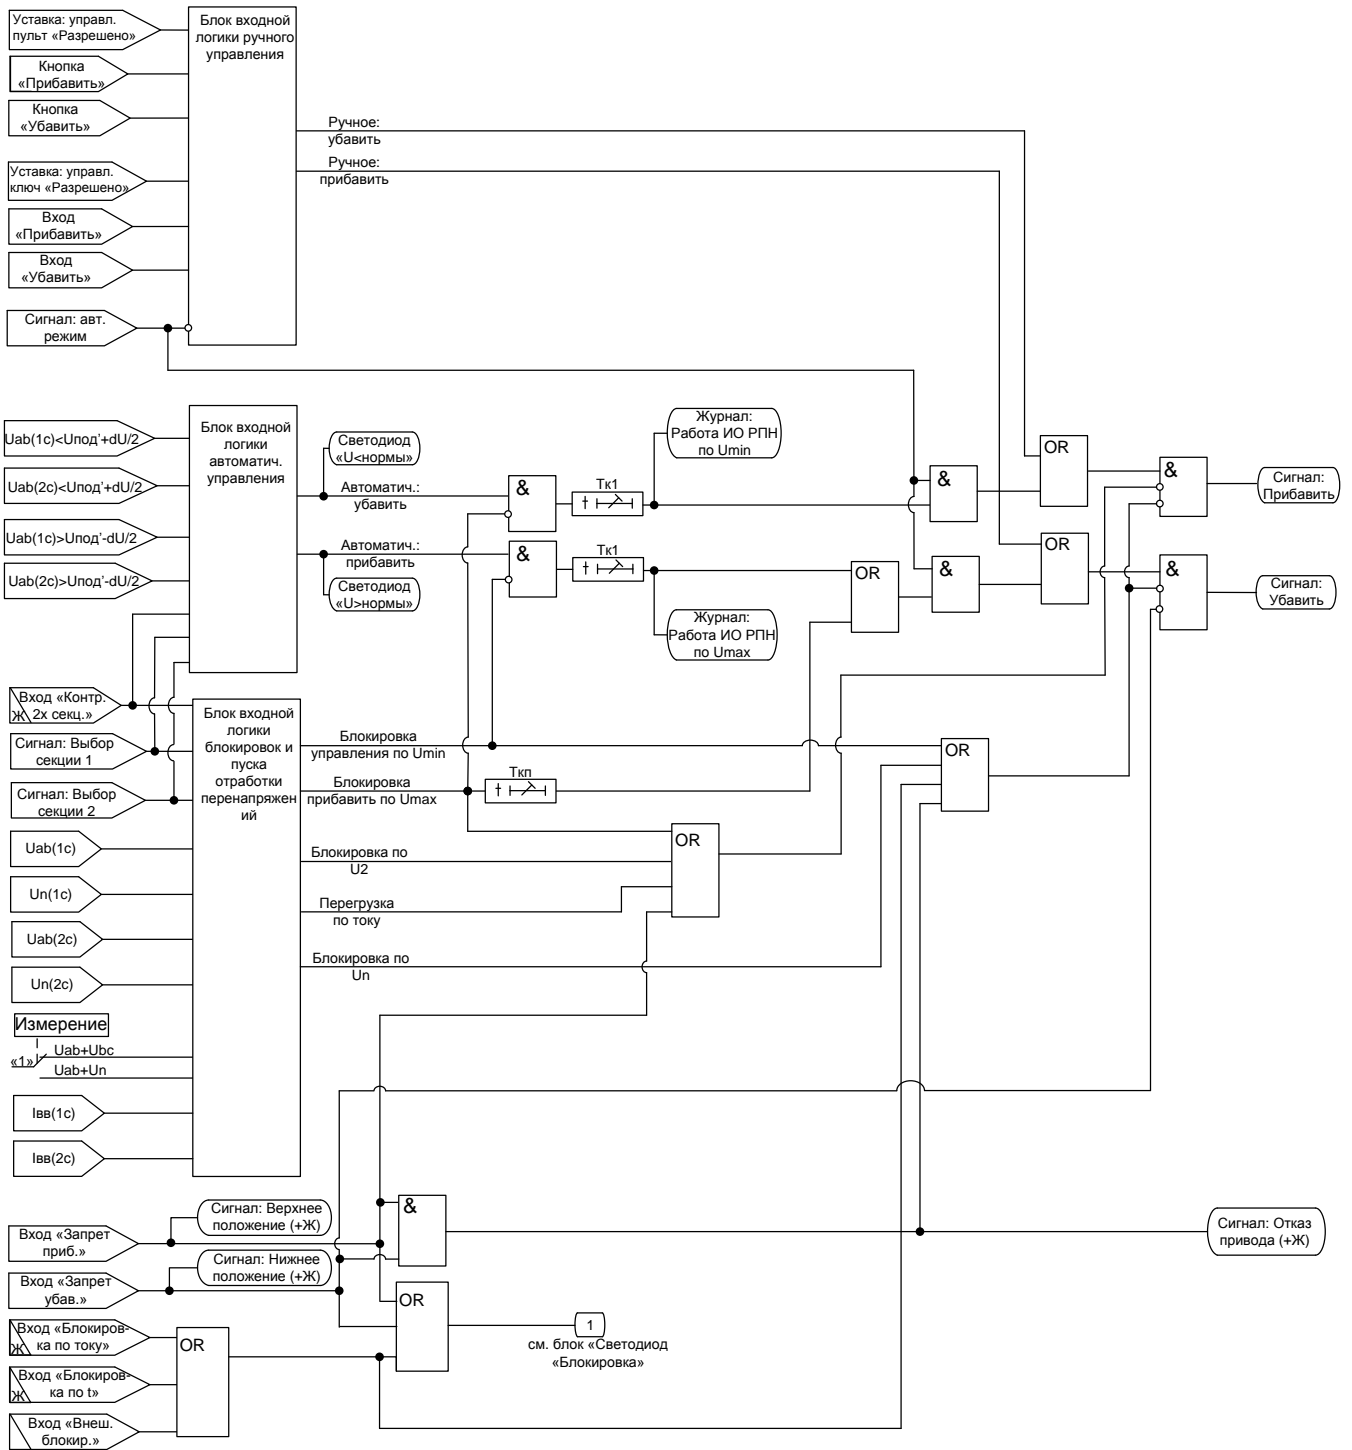
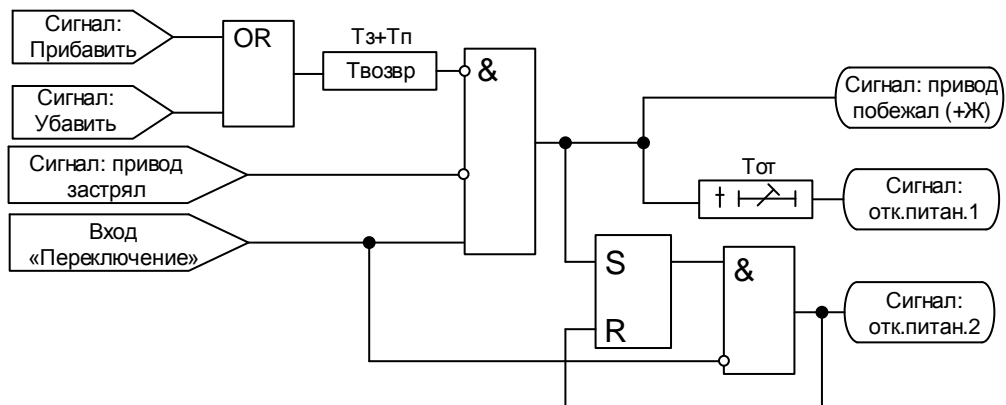
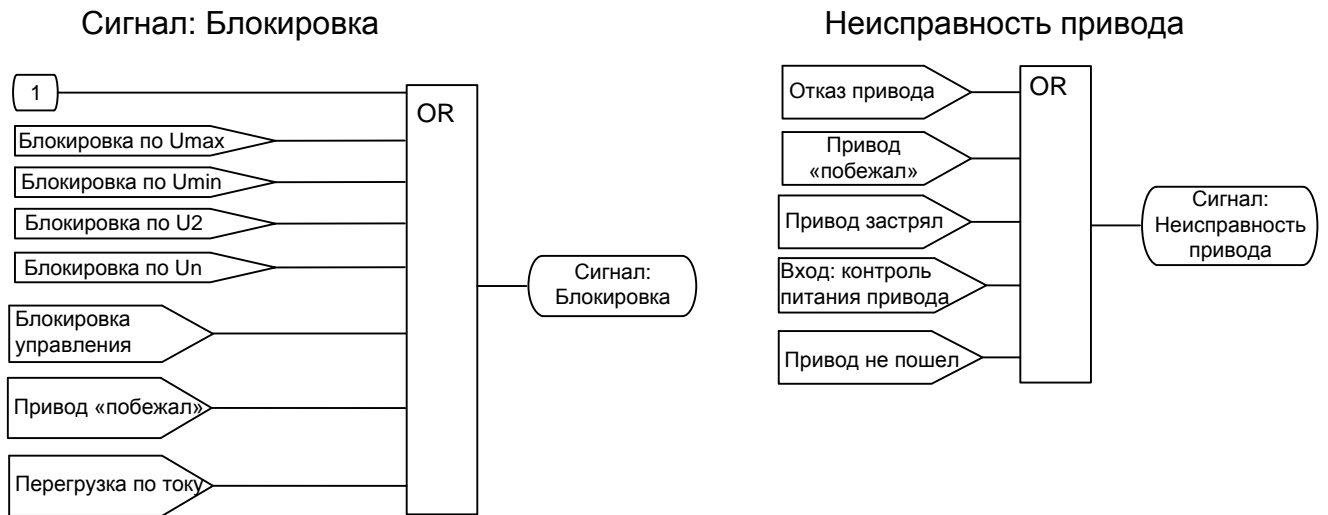

Рисунок 5.1 – Логика формирования команд управления.
Рисунок 5.3 – Логика формирования неисправности «Привод побежал» и отключения питания привода.
Рисунок 5.5 – Логика формирования сигналов «блокировка» и сигнала «неисправность привода».
**Блокировки.** Наличие любого сигнала внешней блокировки («Внеш. блок.», «Блокировка по току», «Блокировка по  $t$ ») запрещает формирование команд «Прибавить» и «Убавить» (см. рис. 5.1), формируется сигнал «Блокировка» (см. рис. 5.5). При снятии сигналов внешней блокировки пропадает сигнал «Блокировка», разрешается регулирование.
Если обнаружен сигнал от нижнего концевого выключателя (на входе «Запрет убавить»), то запрещается выдача команды «Убавить», формируется сигнал «Блокировка» (см. рис. 5.5). При снятии сигнала от концевого выключателя снимается сигнал «Блокировка».
Если обнаружен сигнал от верхнего концевого выключателя (на входе «Запрет прибавить»), то запрещается выдача команды «Прибавить» (см. рис. 5.1), формируется сигнал «Блокировка» (см. рис. 5.5). При снятии сигнала от концевого выключателя снимается сигнал «Блокировка».
При одновременном наличии сигналов на дискретных входах «Запрет прибавить» и «Запрет убавить» регулировка напряжения полностью запрещается, формируются сигналы «Блокировка», «Отказ привода», «Сигнализация». Регулятор деблокируется, когда будут сняты оба сигнала (см. рис. 5.1; 5.4; 5.5).
**Внутренняя блокировка по току.** Если в регулируемой секции ток ввода  $I_{вв} > I_{max}$ , то запрещается выдача команды «Прибавить», формируется сигнал «Блокировка», через время контроля перегрузки по току  $T_{ср}$  формируются длительный сигнал «Перегрузка» и импульсный сигнал «Сигнализация» (см. рис. 5.1). Сигналы «Блокировка» и «Перегрузка» сбрасываются, когда ток уменьшается ниже  $0,95 I_{max}$ .
**Внутренняя блокировка по  $U_2$**  предназначена для блокировки управления РПН при перегорании предохранителя в цепях ТН. Если в регулируемой секции напряжение  $U_2$  превышает уставку, то регулирование запрещается, формируется сигнал «Блокировка» (см. рис. 5.1 и 5.5). При снижении напряжения ниже 98% порогового значения пропадает сигнал «Блокировка», разрешается регулирование.
**Работа при достижении  $U_{\min}$ .** Если в регулируемой секции действующее значение напряжения меньше  $U_{\min}$ , то запрещается регулирование, формируется длительный сигнал «Блокировка» и импульсный сигнал «Сигнализация» (см. рис. 5.1; 5.4 и 5.5). При повышении напряжения выше  $1,02U_{\min}$  сбрасывается сигнал «Блокировка», разрешается регулирование.
- запрещается выдача команды «Прибавить», формируется длительный сигнал «Блокировка» и импульсный сигнал «Сигнализация» (см. рис. 5.1; 5.4 и 5.5);
**Контроль двух секций.** Если контролируются обе секции (установлен сигнал «Две секции») и обнаружено превышение граничных условий в любой из двух секций («Перегрузка», «Перенапряжение», «Низкое  $U$ » и т.д.), то формируется длительный сигнал «Блокировка» и импульсный сигнал «Сигнализация» и блокируется выдача соответствующей команды управления (см. рис. 5.1; 5.4 и 5.5).
Если условие (2) выполняется, то спустя время Тк1 формируется сигнал «Прибавить» (см. рис. 5.1).
**Программа понижения напряжения.** Если выполняется условие (3), то включается светодиод «U>нормы», запускается таймер Тк1 (задержка формирования первичной команды на управление приводом). В течение этого времени контролируется выполнение условия (3). Если условие (3) не выполняется, то сбрасывается подсчет Тк1 и выключается светодиод «U>нормы». Если условие (3) выполняется, то спустя время Тк1 формируется сигнал «Убавить» (см. рис. 5.1).
**Программа отработки перенапряжений.** Если обнаружено перенапряжение  $U_{ИЗМ} > U_{max}$ , то включается светодиод «U>нормы», запрещается выдача команды «Прибавить», формируются длительный сигнал «Блокировка» и импульсный сигнал «Сигнализация», запускается подсчет выдержки времени Ткп (задержка формирования команды управления при отработке перенапряжения). Если спустя это время перенапряжение сохраняется, то формируется команда «Убавить». Переключения будут продолжаться до тех пор, пока выполняется условие (3), т. е. пока напряжение не вернется в зону нечувствительности. При  $U_{ИЗМ} < U_{max}$  сбрасывается сигнал «Блокировка».
**Действия при самопроизвольном включении привода.** Если при отсутствии команд управления «Прибавить» или «Убавить» обнаружен сигнал «Переключение», то запрещается регулирование напряжения. Формируются сигналы «Привод побежал», «Блокировка», «Сигнализация» и загорается светодиод «Переключение», блокируются команды «Прибавить» и «Убавить». Через время Тот после появления сигнала «Привод побежал» формируется сигнал «Отк.питан.1». После пропадания сигнала «Переключение» формируется сигнал «Отк.питан.2» (см. рис. 5.3).